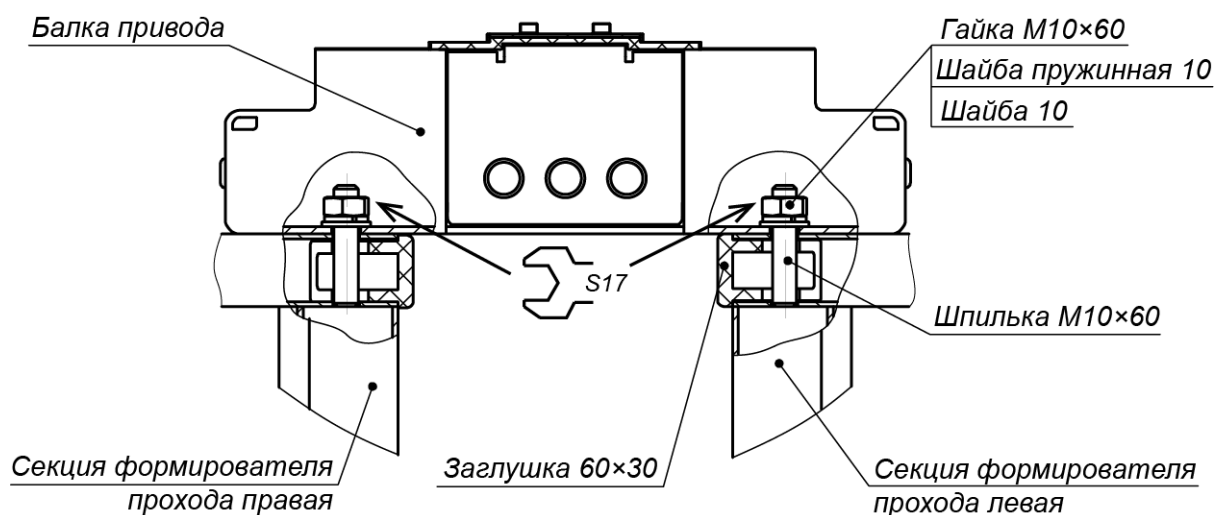
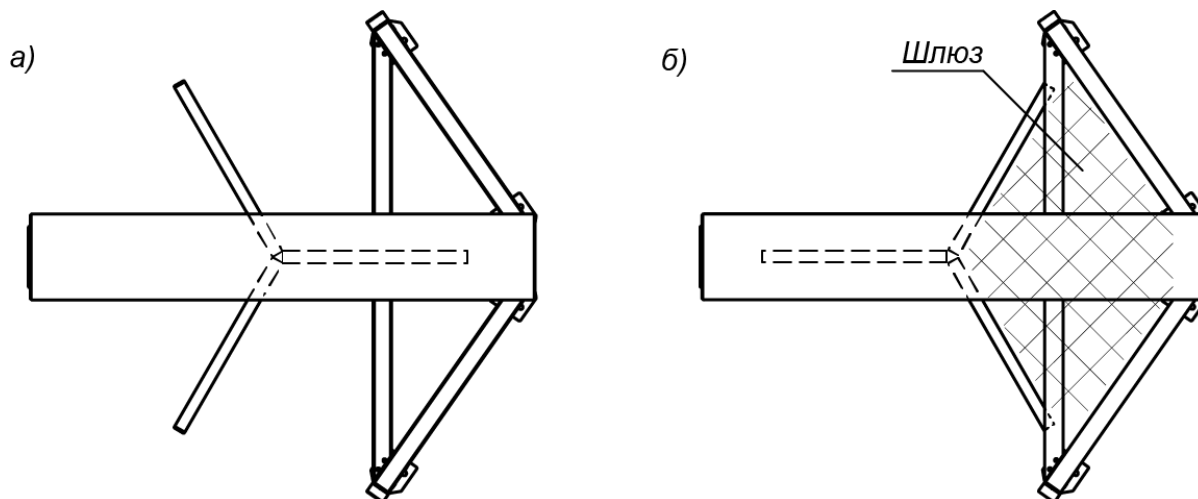

Рисунок 14. Крепление балки привода (8) к секциям (6) формователя прохода
**Рисунок 22. Исходное положение створок турникета (вид сверху):
14. Распакуйте секции ротора (1) (ящик №2).
15. Произведите монтаж ротора (1) (работайте вдвоем!):
- Соберите нижний узел вращения (3) ротора в стойке с преграждающими планками (5) (см. рис. 14). Две шайбы скольжения и находящаяся между ними фторопластовая вставка должны лежать в узле без перекосов, опираясь на всю опорную поверхность, симметрично относительно оси ротора (верхняя шайба скольжения приклеена к валу ротора). При этом гладкие поверхности шайб скольжения должны быть ориентированы на вставку. Допускается применение на поверхностях скольжения смазки типа ШРУС-4.
- Установите секцию ротора с элементами крепления в нижний узел вращения (3): заведите ее с небольшим наклоном цилиндрическим хвостовиком в узел вращения и затем переведите секцию в вертикальное положение.
- Сориентируйте секцию ротора турникета согласно выбранному режиму прохода через турникет (см. разд. 8.6, рис. 22) и с учетом совпадения граней верхнего вала ротора с гранями вала привода.
- **Стандартный** (см. рис. 22 а). В исходном состоянии зону прохода перекрывает одна створка. Стандартный режим прохода через турникет рекомендуется использовать в тех случаях, когда нет особо жестких требований к контролю на пропускном пункте.
- **Шлюзовой**2 (см. рис. 22 б). В исходном состоянии турникета зону прохода перекрывают две створки, образуя шлюз – часть зоны прохода через турникет, ограниченную секциями (6) формирователя прохода и двумя створками. Наличие шлюза дает возможность организации усиленного контроля доступа на объект. Шлюзовой режим прохода особенно эффективен для управления проходом людей на пропускных пунктах режимных предприятий, специальных учреждений и других объектов с особыми требованиями к контролю доступа.
3. Установите вал ротора в одно из исходных рабочих положений, соответствующее выбранному режиму прохода (рис. 22а и 22б).